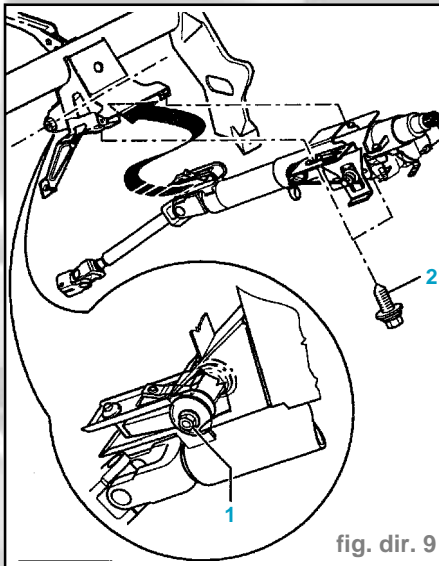

fig. dir. 9
- Dévisser l'écrou (1) du tube central et dévisser la vis à six pans (fig. dir. 9).
- Dévisser les vis (2).